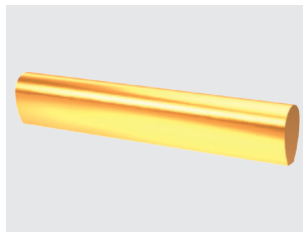

Fig. 1
- 1. Parte macho micro y macro (Fig. 1) E = Elitor®**
1. Parte macho E (Fig. 1)